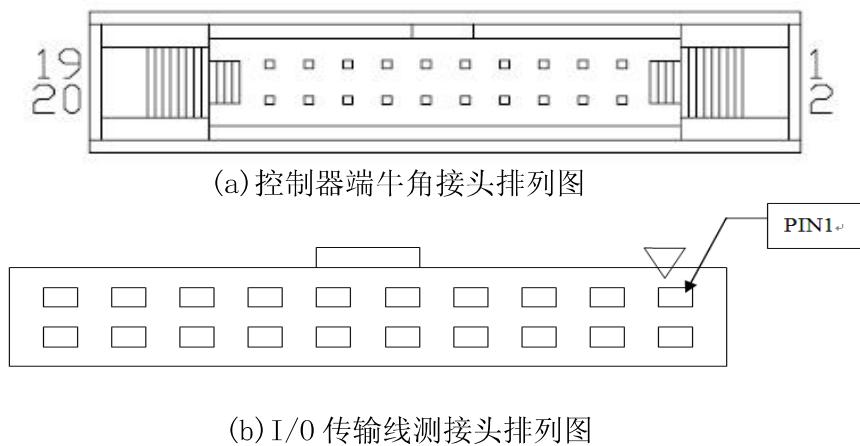

图 8.3-1 INPUT 接口插头的引脚排列示意图
(1) INPUT 接口的 IN1~IN2 插头的引脚排列示意图如图 8.3-1 所示